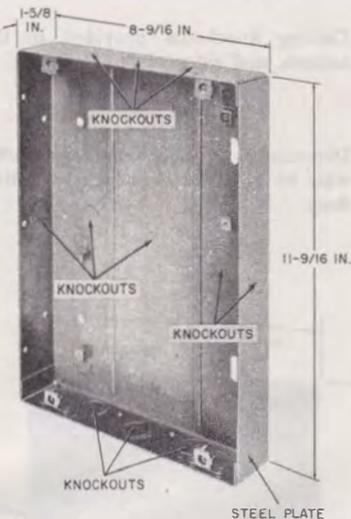

Fig. 5—113E Apparatus Box
- 113E Apparatus Box (Fig. 5).